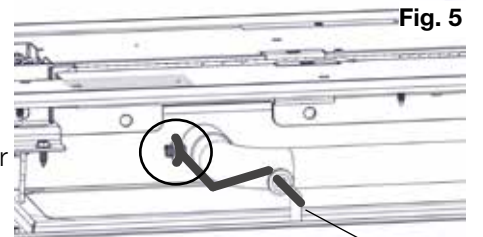

Fig. 5
- ☐ 10. Positionnez l'assemblage du brûleur en place dedans le chambre de combustion. **Ne fixez pas.** En soulevant l'assemblage vers le haut, engagez le partie la plus grand de la tige de contrôle d'air manuellement sur la côté droite du volet d'air. Assurez-vous que le passe-câble en caoutchouc est correctement positionner autour d'étalon du volet d'air (**Fig. 5**). Lorsqu'elle est complètement engager, sécurisez l'assemblage du brûleur. Assurez-vous que l'injecteur est s'engagé.
- ☐ 13. Installez la plaque d'indication (fournie, si l'applicable) sur le but du tige de contrôle (**Fig. 5**).